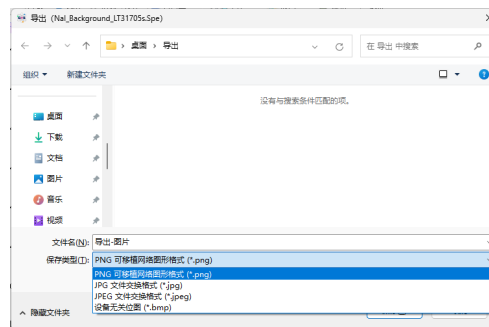

图 19 保存导出图片的路径窗口
- ② 图片——会弹出如下图 19 所示的保存导出图片的路径窗口，可选择保存的图片格式、名称和路径；